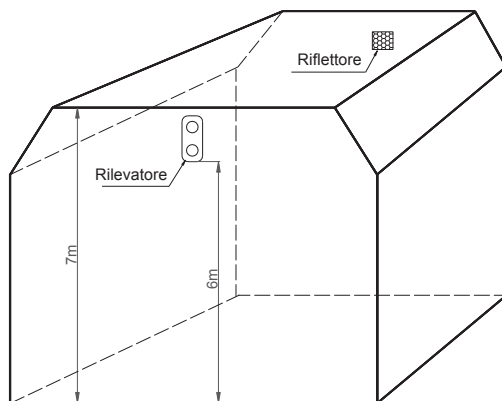

Fig. 5
- b) Se l'altezza è compresa tra 5 m e 8 m, installare il rilevatore e il riflettore sulle due pareti opposte a una distanza compresa tra 0,5 m e 1 m dal soffitto, come illustrato nella Fig. 5.